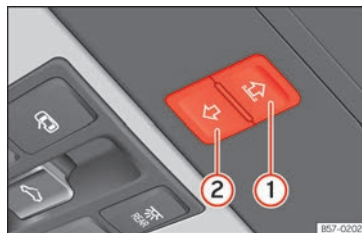

Abb. 65 Im Dachhimmel: Funktionsfläche zur Bedienung des Sonnenschutzrollos.
- Wenn sich das Sonnenschutzrollo innerhalb von 5 Sekunden immer noch nicht schließen lässt, drücken Sie den Taster  (Abb. 65)
②, bis das Sonnenschutzrollo vollständig geschlossen ist. **Das Sonnenschutzrollo schließt ohne Einklemmschutz!**